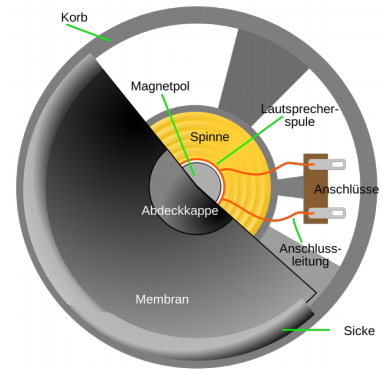

Abbildung 4
- Abbildung 4 https://upload.wikimedia.org/wikipedia/commons/thumb/0/00/Lautsprecher_Schema_front.svg/356px-Lautsprecher_Schema_front.svg.png